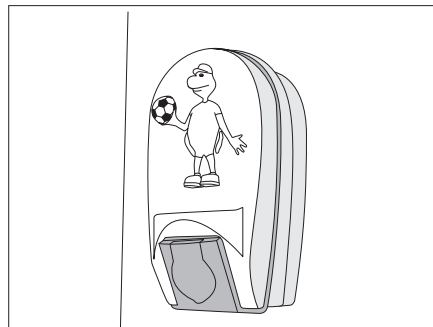

Bild 160 Kinderbettleuchte
- Leuchtenabdeckung der Kinderbettleuchte (Bild 160) leicht zusammendrücken und abnehmen.